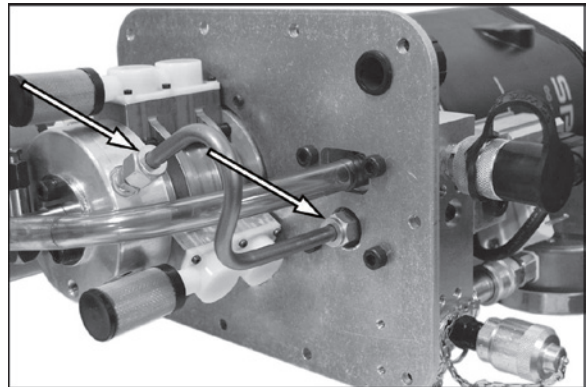

Figura 62.
6. Consulte la Figura 62. Suelte los dos accesorios de compresión y retire el tubo de alta presión.